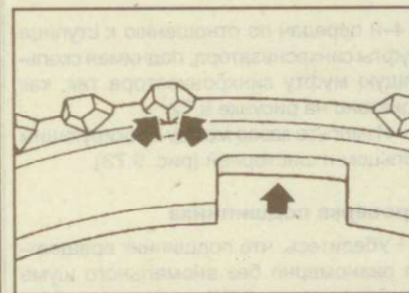

Рис. 9.71. Места проверки синхронизатора
- При наличии на блокирующих кольцах или сухарях фиксаторов чрезмерного износа, трещин или повреждения, замените синхронизатор (рис. 9.71).